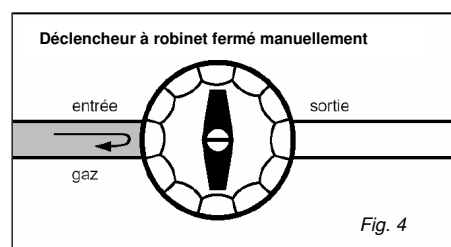

Fig. 4
Mettre la manette du déclencheur de sécurité en position de fermeture manuelle (fig. 4).
Avant et pendant la mise en gaz, la manette du déclencheur de sécurité doit toujours être en position de fermeture manuelle (fig. 4)
La fermeture s'opère en tournant la manette (B) dans le sens des aiguilles d'une montre jusque ce que l'indicateur (A) soit perpendiculaire à l'axe des entrées et sortie. C'est la position de fermeture (fig.4).
- tourner la manette en position de fermeture (fig. 4)